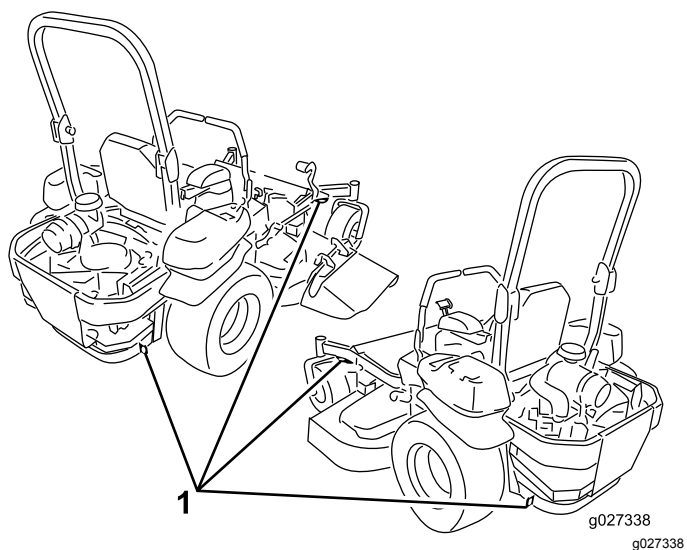

Figura 43
6. Prenda a máquina perto das rodas giratórias frontais e pára-choques traseiro com correias, correntes, cabos ou cordas (Figura 43). Consulte as diretrizes locais relativas a requisitos de dispositivos de fixação.